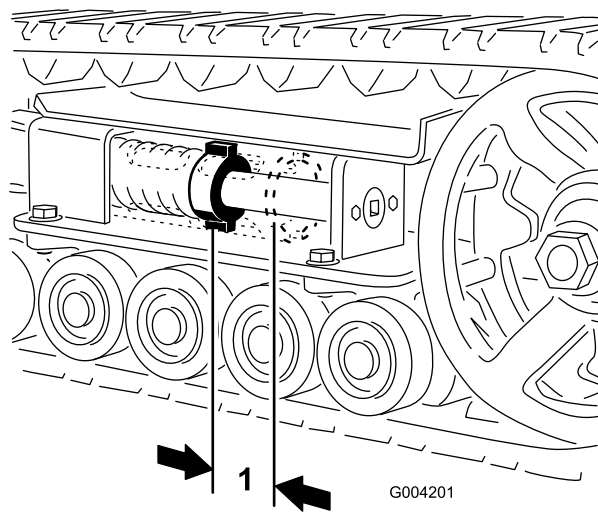
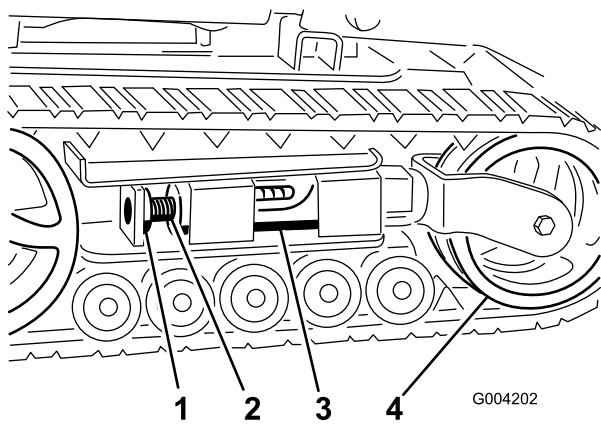
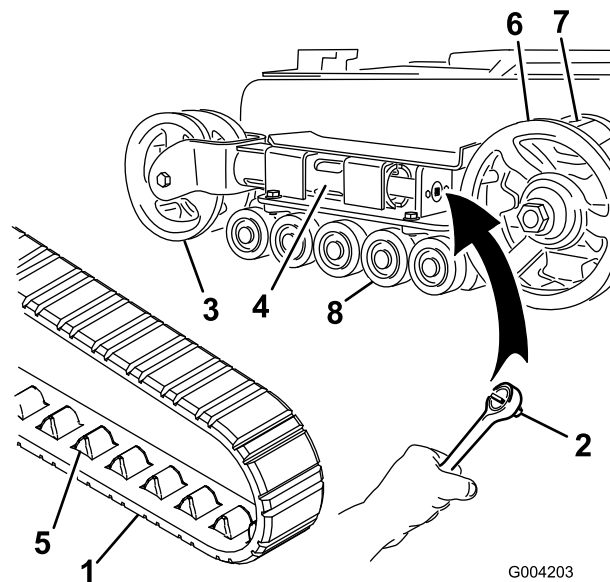
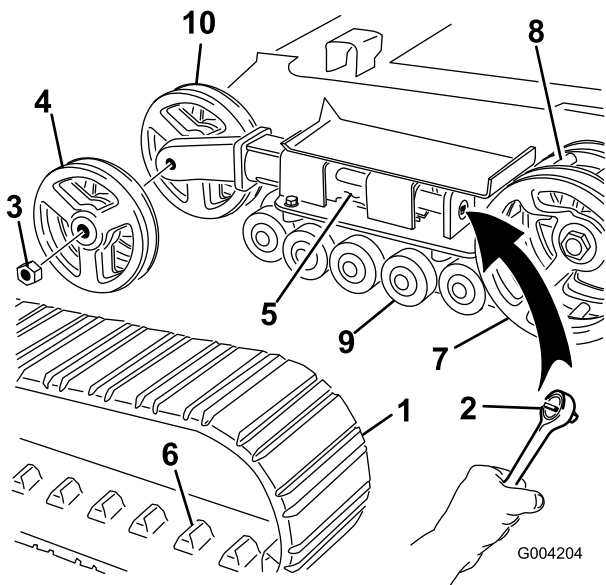

Figura 45
Figura 46
Figura 47
Figura 48
Deve esserci uno spazio di 7 cm tra il dado di tensionamento e la parte posteriore del tubo di tensionamento (Figura 45). In caso contrario, regolare la tensione dei cingoli eseguendo la procedura di seguito riportata:
3. Togliere il bullone di bloccaggio e il dado (Figura 46).
4. Utilizzando una chiave a tubo da 1/2 pollice (Figura 47), girare la vite di tensione in senso antiorario fino a portare la distanza tra il dado di tensione e la parte posteriore del tubo di tensione (Figura 45) a 7 cm.
5. Allineare l'intaglio più vicino della vite di tensione al foro del bullone di bloccaggio e fissare la vite con il bullone di bloccaggio e il dado (Figura 46).
4. Utilizzando una chiave a tubo da 1/2 pollice, scaricare la tensione girando la vite di tensione in senso orario (Figura 46 e Figura 47).
5. Spingere la ruota di tensione verso il retro dell'unità in modo da spostare il tubo della forcella contro il telaio (Figura 47). (se non riesce a toccare il telaio, continuare a girare la vite di tensione fino ad ottenere il contatto).
7. Dopo avere liberato il cingolo dalla ruota di tensione, toglierlo dalla ruota conduttrice e dalle ruote non motrici (Figura 47).
8. Partendo dalla ruota conduttrice, avvolgere il nuovo cingolo attorno alla ruota, controllando che i denti del cingolo si inseriscano tra le razze della ruota (Figura 47).
9. Spingere il cingolo sotto e tra le ruote non motrici (Figura 47).
11. Girare la vite di tensione in senso antiorario fino a portare la distanza tra il dado di tensione e la parte posteriore del tubo di tensione (Figura 45) a 7 cm.
4. Utilizzando una chiave a tubo da 1/2 pollice, scaricare la tensione girando la vite di tensione in senso orario (Figura 46 e Figura 48).
5. Spingere la ruota di tensione verso il retro dell'unità in modo da spostare il tubo di tensione contro il telaio (Figura 48). (se non riesce a toccare il telaio, continuare a girare la vite di tensione fino ad ottenere il contatto).
6. Togliere il dado di fissaggio della ruota di tensione esterna e rimuovere la ruota (Figura 48).
7. Togliere il cingolo (Figura 48).
8. Togliere il dado di fissaggio della ruota di tensione interna e rimuovere la ruota (Figura 48).
12. Montare la ruota di tensione interna e fissarla con il dado tolto in precedenza (Figura 48).
14. Installare il nuovo cingolo, controllando che i denti del cingolo si inseriscano tra le razze al centro della ruota conduttrice (Figura 48).
15. Montare la ruota di tensione esterna e fissarla con il dado tolto in precedenza (Figura 48).
17. Girare la vite di tensione in senso antiorario fino a portare la distanza tra il dado di tensione e la parte posteriore del tubo di tensione (Figura 45) a 7 cm.